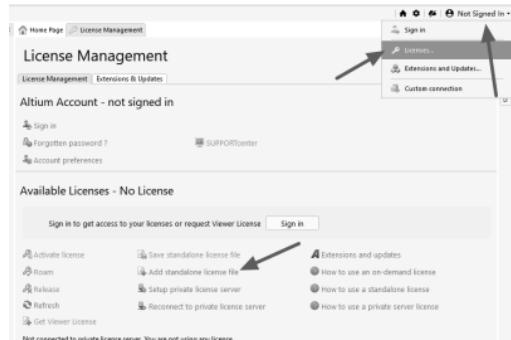

图 2-6 账户窗口界面
(1) 启动 Altium Designer 22 软件，只有添加 Altium 官方授权的 License 文件之后，其功能才会被激活。在右上角执行图标命令“Not Signed In”，出现如图 2-6 所示的账户窗口界面。